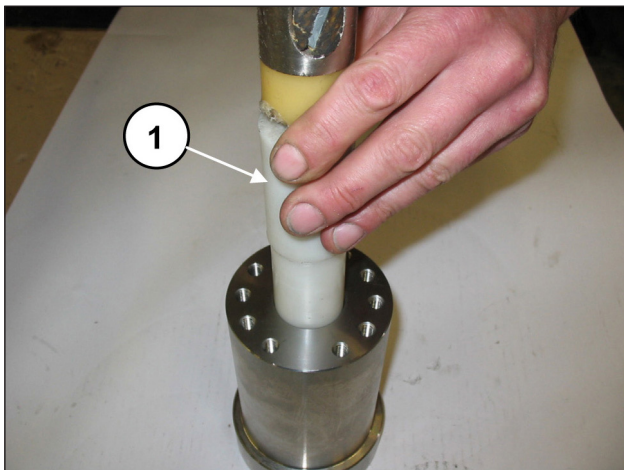
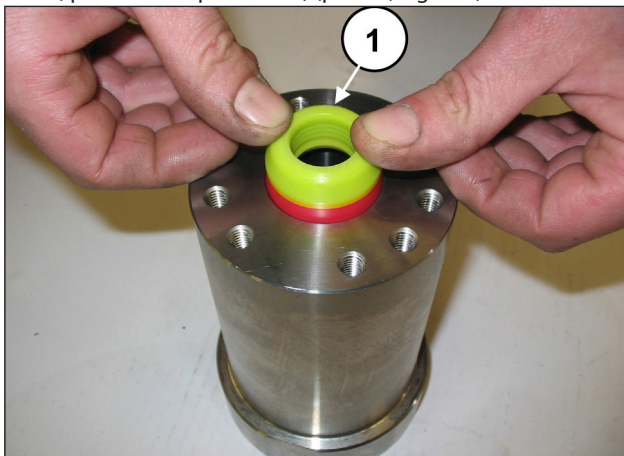
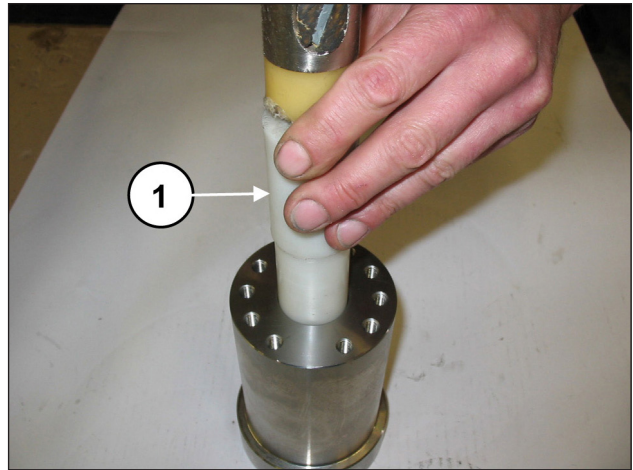

Fig. 117
Fig. 118
Fig. 119
Para um posicionamento axial correto da bússola, use a ferramenta especial (cód. 27921100 para SM14, cód. 27921200 para SM16, cód. 27921300 para SM18, cód. 27911200 para SM20, cód. 27911400 para SM22 e cód. 27911500 para SM24) (pos. ①, Fig. 117 e Fig. 118).
introduza o pacote H.P. (alta pressão) (pos. ①, Fig. 118); dada a leve interferência entre a vedação e a camisa para evitar eventuais danos, aconselha-se o uso da ferramenta especial (cód. 27673200 para SM14, SM16 e SM18, cód. 27673300 para SM20, para SM22 e para SM24) (pos. ①, Fig. 119).